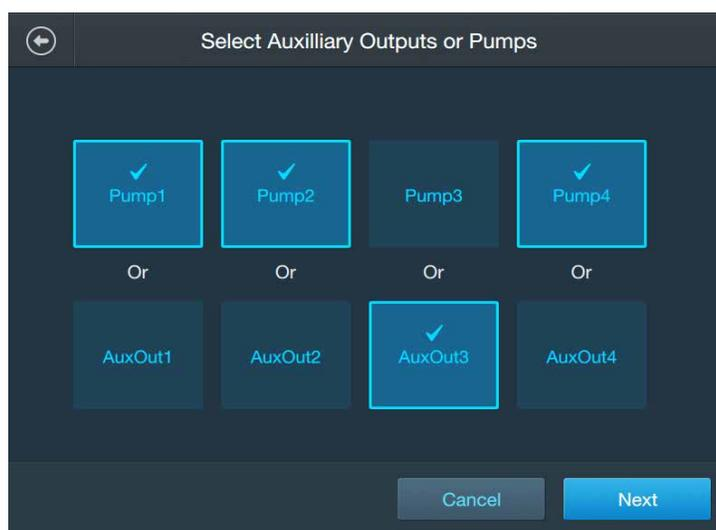

Abbildung 3.13. Auswählen von Pumpen und/oder Zusatzausgängen.
3. Im daraufhin angezeigten Bildschirm „Select Auxilliary Outputs or Pumps“ (Zusatzausgänge oder Pumpen auswählen) können Sie eine Kombination aus vier Pumpen und/oder Zusatzausgängen auswählen (Abbildung 3.13). Tippen Sie auf die Pumpen und/oder die Zusatzausgänge, die Sie verwenden möchten, um Sie Ihrem Bildschirm „Home“ (Start) hinzuzufügen. Um eine Pumpe oder einen Zusatzausgang abzuwählen, tippen Sie erneut auf die Schaltfläche. Wenn Sie fertig sind, tippen Sie auf „Next“ (Weiter).